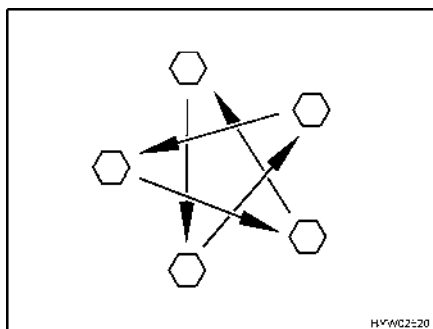

Fig. 262 Apretar las tuercas o los tornillos de las ruedas en forma de cruz
- Comprobar periódicamente que las tuercas o tornillos de las ruedas estén firmemente apretados. Reajustar en forma de cruz (Fig. 262) las tuercas o tornillos después de cambiar una rueda, al cabo de 50 km.
- ▷ Apretar en forma de cruz las tuercas o los tornillos de las ruedas (Fig. 262).